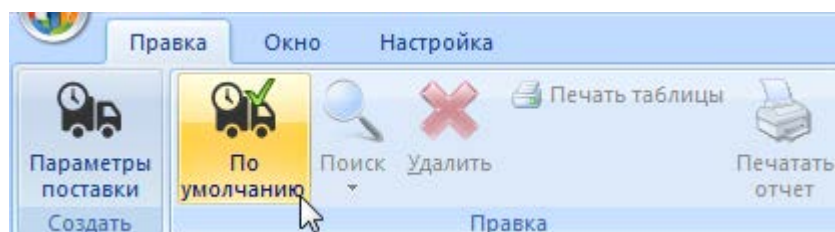

Рис. 9-72 – Вкладка «Правка»
8) После создания параметров поставки необходимо указать, какой из маршрутов будет использоваться по умолчанию. Для этого в окне связанных объектов выделить поставку и нажать кнопку «По умолчанию» панели «Правка» (рис. 9-72).